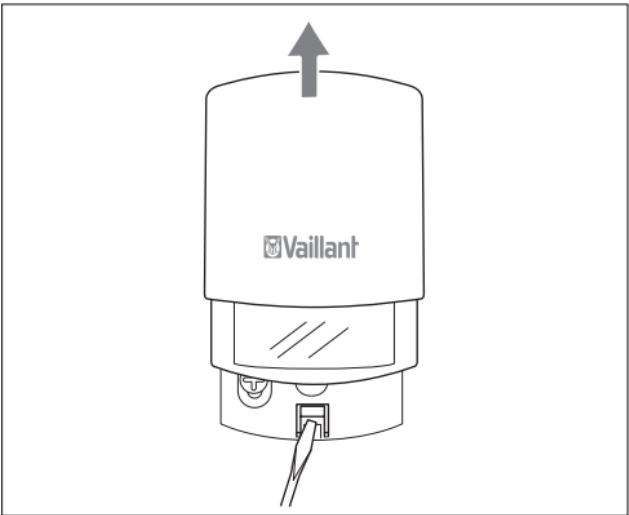

Fig. 3.1 Afmontering af radioødeføleren
- ⇒ Før en skruetrækker ind forneden i låsetappen på vægsoklen. Træk radioøføleren opad fra vægsoklen (se fig. 3.1).